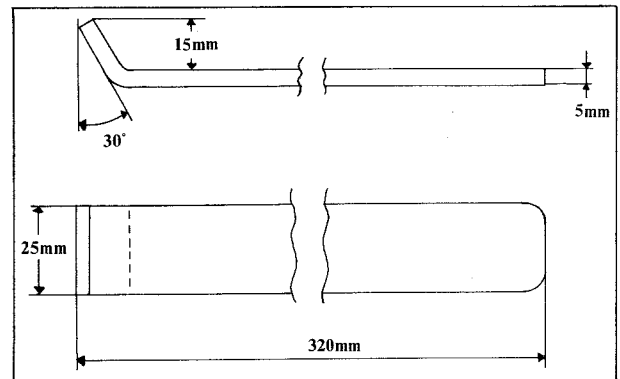

Fig. 1
1. Tillverka ett handtag med mått enl. fig. 1. Detta handtag kan även beställas direkt av oss med best.nr. 15 19 288-01.
1. Make a handle with dimensions as per Fig. 1. This handle may also be ordered direct from us under Part No. 15 19 288-01.
1. Einen Handgriff mit den Abmessungen lt. Abb. 1. anfertigen. Dieser Handgriff kann aber auch direkt von uns bestellt. Bestellnummer: 15 19 288-01.
1. Fabriquer une poignée en se référant aux cotes indiquées dans la figure 1. Cette poignée peut être commandée directement chez nous sous la référence 15 19 288-01.